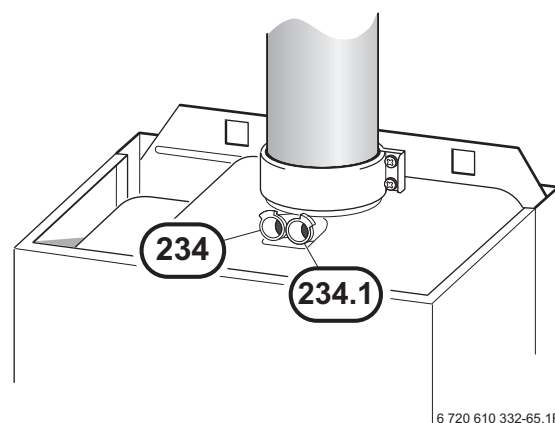

Fig. 53
- ▶ Rimuovere il tappo della presa di analisi aria comburente (234.1) (Fig. 53).
- ▶ Rimuovere il tappo della presa di analisi combustione gas (234) (Fig. 53).
- ▶ Riapplicare il tappo di chiusura alla presa di analisi (234).